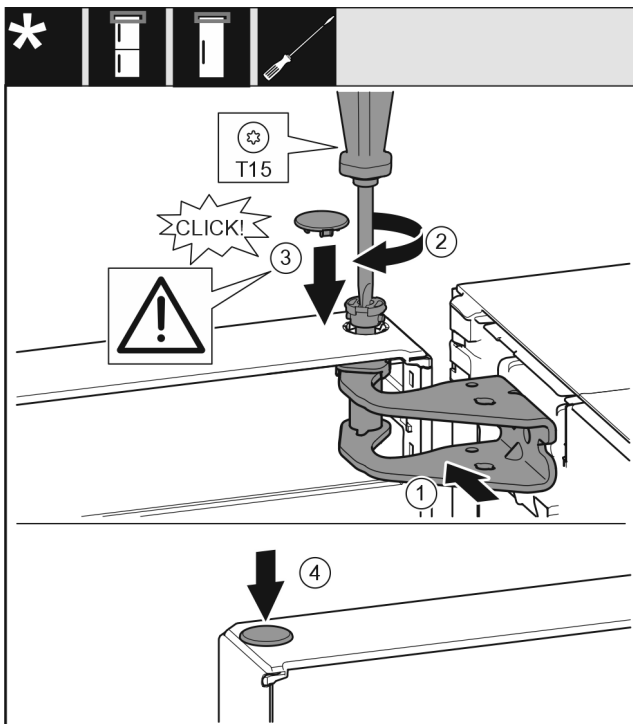

Fig. 35
- Niveloni derën lart për hapjen e saj në bazamentin mbështetës Fig. 35 (1).
- Futni bulonin Fig. 35 (2) dhe mbërthejeni me një kaçavidë.
- Vendosni kapakun mbulues Fig. 35 (3).
- Kontrolloni nëse kapaku mbulues Fig. 35 (3) qëndron mbi derë.
- Vendosni kapakun mbulues Fig. 35 (4).